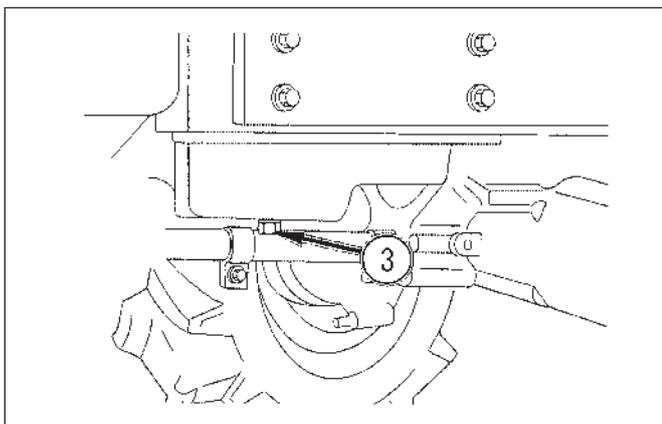

FIG. 6-10
**FIG. 6-10:** Pour faire la vidange d'huile du moteur – Utilisez le tracteur jusqu'à ce que l'huile soit suffisamment chaude. Retirez le bouchon de vidange, 3, du moteur et laissez s'écouler toute l'huile.